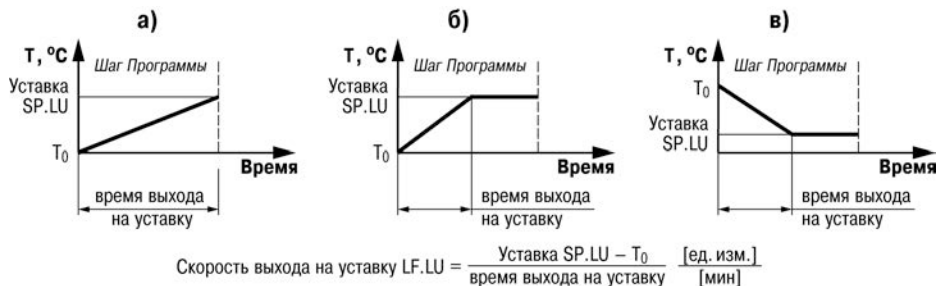

Рисунок 3.7 – Задание скорости выхода на Уставку
- в течение всего Шага (см. рисунок 3.7, а);
- в течение части Шага – до достижения Значения уставки, далее осуществляется поддержание достигнутого значения Уставки (см. рисунок 3.7, б, в).